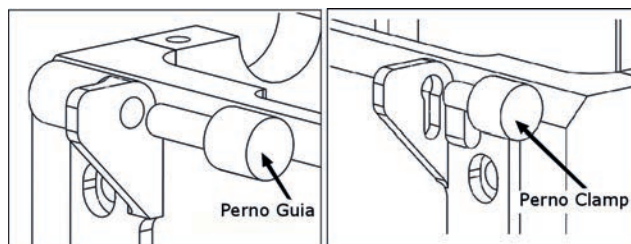

Fig 1C. Ubicación de pernos en bisagras
1. Coloque la tapa sobre el soporte de cuchillas haciendo coincidir los pernos de la tapa con las muescas de las bisagras (Fig. 1C) por el lado izquierdo de las bisagras.